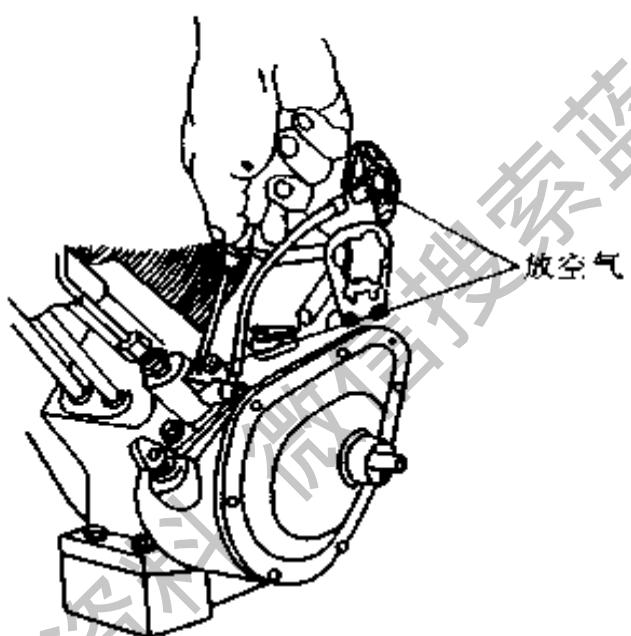

图 2 - 30 拧松放气螺丝排气
- (1) 打开油箱开关；
- (2) 拧松油箱开关和喷油泵上的放气螺丝，放出空气，直到冒出的柴油无气泡时，再拧紧。如图 2 - 30。
- (3) 将调速手柄固定在油门全开位置，如图 2 - 31。
- (4) 将减压手柄转到“减压”位置，用启动手柄摇转柴油机。在听到清脆的喷油声后，加速摇车，放下减压手柄，柴油机便启动了。如图 2 - 32 所示。